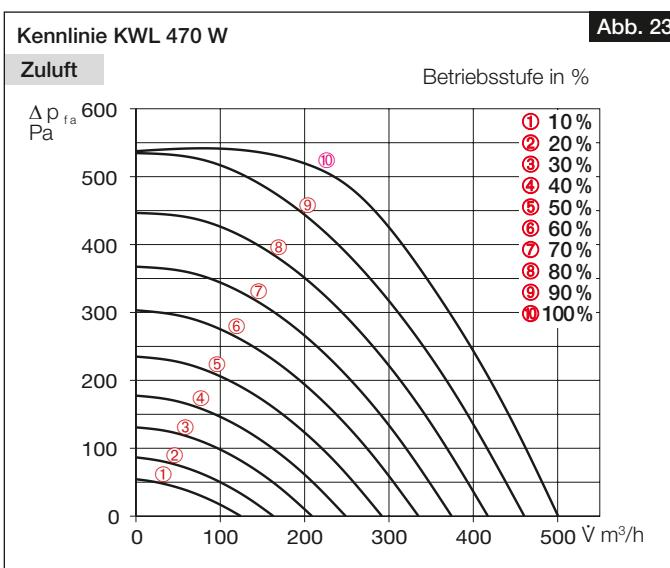
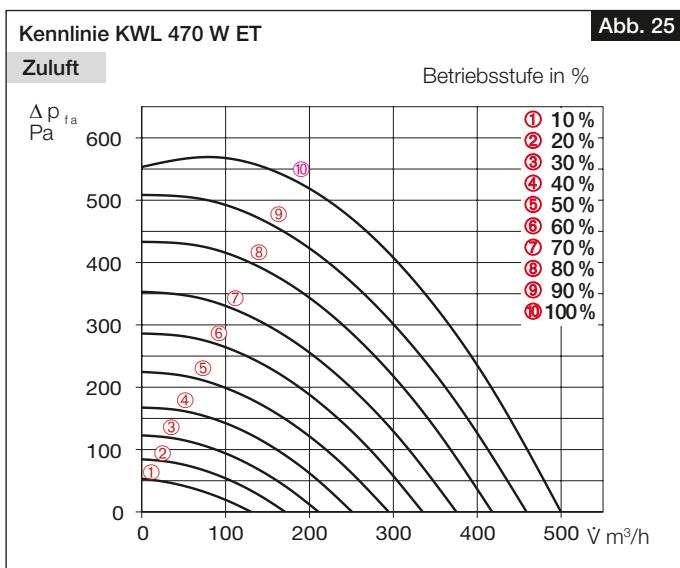

Abb. 23
Abb. 25
- Die ermittelten Differenzdrücke der Zu- und Außenluftmessung in die Kennlinie des Gerätes für Zuluft (s. Abb. 23 und Abb. 25), entsprechend der im Lüftungsprofil hinterlegten Ventilatorleistungen, eintragen (vgl. Abb. 28 und Abb. 29).